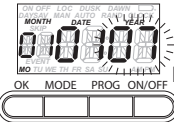

Fig. 3
4. Gire la perilla selectora para ajustar el año deseado y presione **OK** (Fig. 3)
12. Gire la perilla para cambiar el **01** parpadeante a la nueva semana requerida (**01**, **02**, **03**, **04**, **L**) para el ajuste de otoño, luego presione **OK**. Se mostrará **LOC** en la parte superior de la pantalla. (Fig. 3)